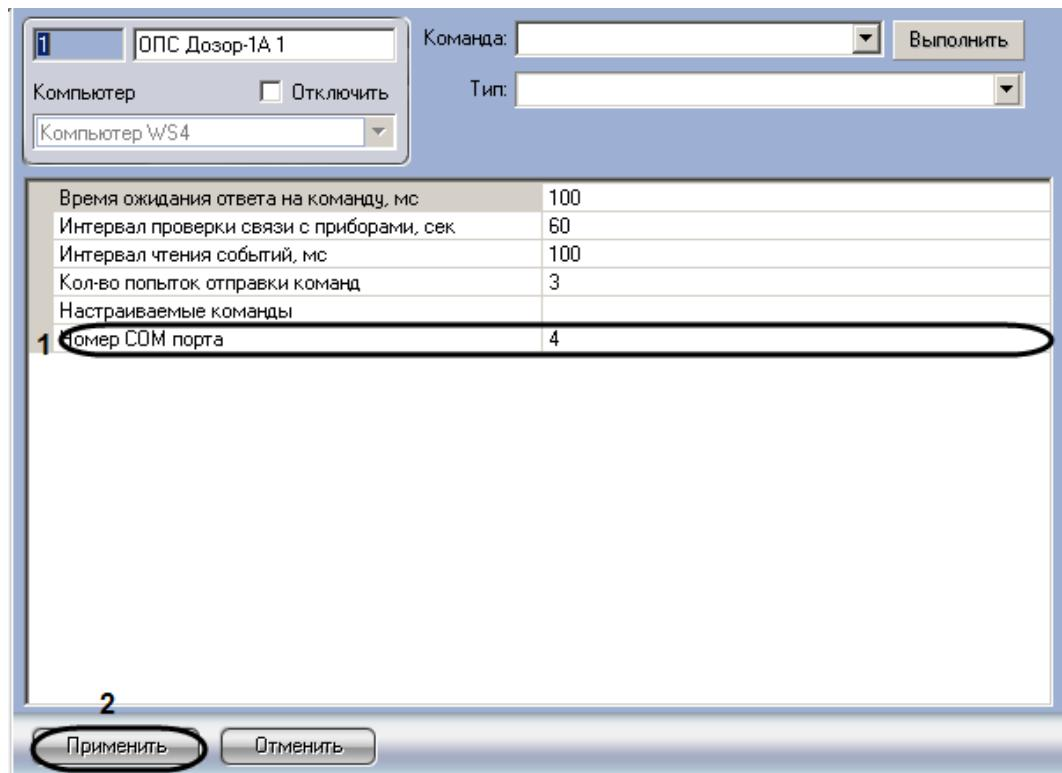

Рис. 3.2—2 Панель настроек объекта OPC Дозор
2. В поле **Номер COM-порта** ввести номер COM-порта подключения устройства *OPC Дозор-1A* к Серверу (см. Рис. 3.2—2, 1).
3. Нажать кнопку **Применить** для сохранения изменений (см. Рис. 3.2—2, 2).